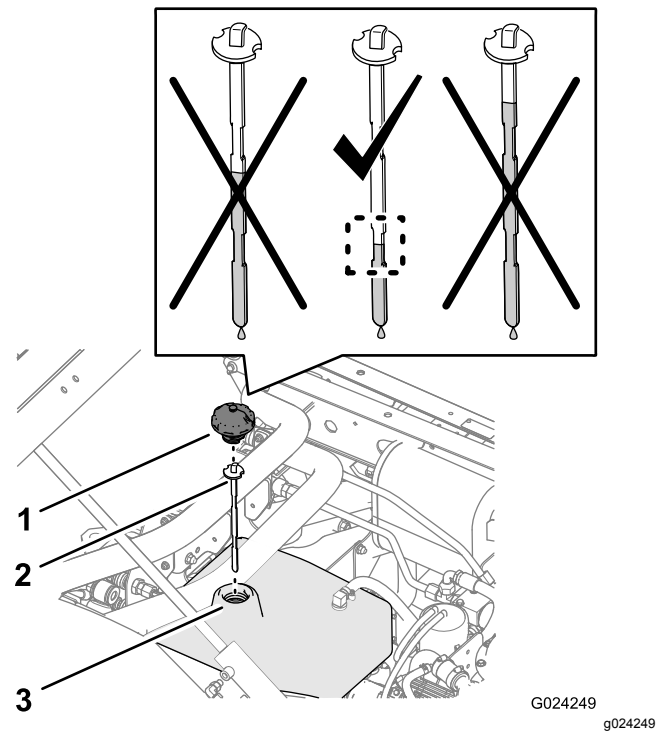
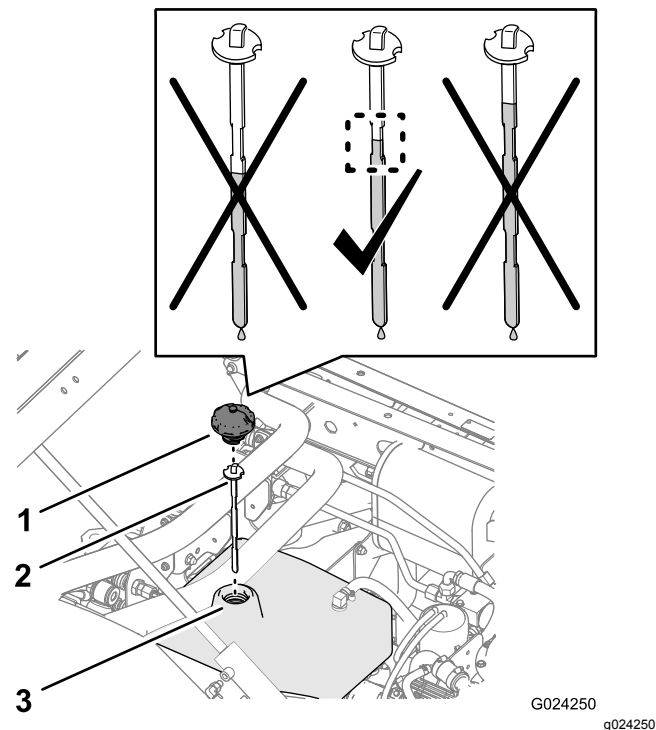

Figure 79
Figure 80
4. Nettoyez la surface autour du goulot et du bouchon du réservoir hydraulique (Figure 79 et Figure 80).
5. Enlevez le bouchon et la jauge du goulot de remplissage du réservoir et essuyez la jauge sur un chiffon propre (Figure 79 et Figure 80).
6. Remettez la jauge dans le goulot de remplissage, ressortez-la et contrôlez le niveau de liquide (Figure 79 et Figure 80).
7. Si le niveau est trop bas, ajoutez du liquide hydraulique spécifié dans le réservoir pour faire monter le niveau au milieu de la zone plus étroite de la jauge (Figure 79 et Figure 80).
8. Insérez la jauge et le bouchon dans le goulot de remplissage du réservoir (Figure 79 et Figure 80).